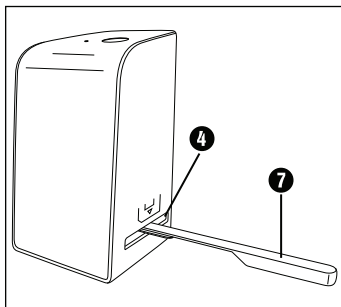

Abbildung 3
- ◆ Reinigen Sie die Oberfläche der Hintergrundbeleuchtung im Inneren des Gerätes mit der Reinigungsbürste **7**. Schieben Sie dazu die Reinigungsbürste mit der Reinigungsfläche nach unten nur in den rechten Einschub **4** (siehe Abbildung 3).